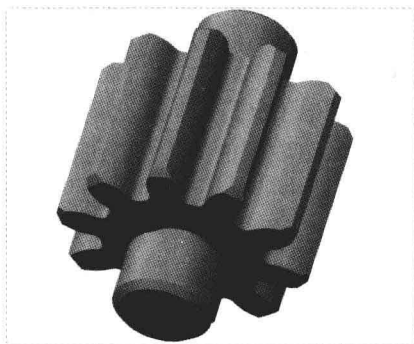

图 14-42 齿轮轴效果
Step 16 在“输入第一方向的阵列成员数”和“输入阵列成员间的角度”数值框中输入 10 和 36,单击“应用并保存在工具中所做的所有更改,然后关闭工具操控板”按钮,完成阵列特征的操作,此时即可完成齿轮轴的制作,效果如图 14-42 所示。